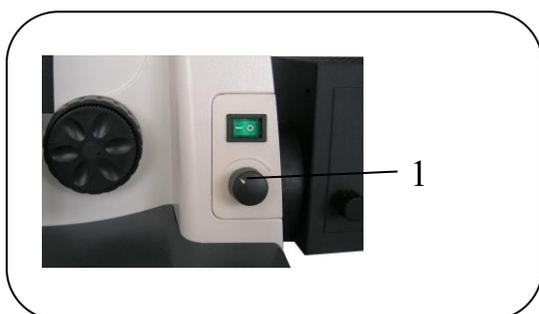
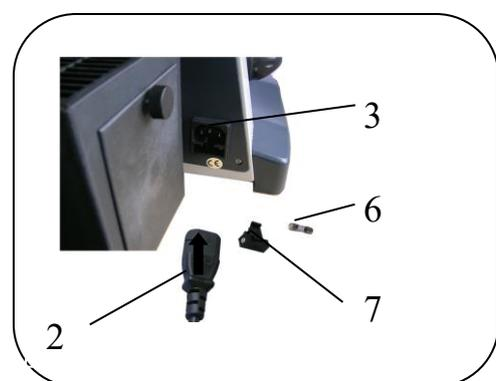
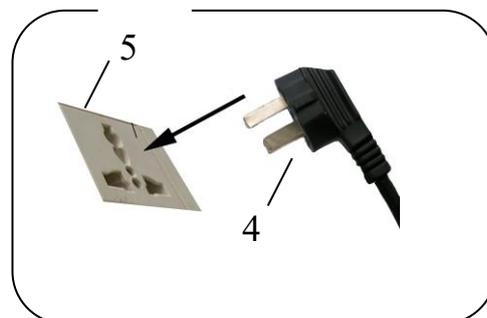

Рис. 21
Рис. 22
Рис. 23
6.16. Подключение к сети (Рис. 21. Рис. 22. Рис. 23)
- 1) Установите клавишу питания (1) в положение "O" (OFF).
- 2) Подключите силовой кабель (2) в разъем микроскопа (3), и убедитесь, что разъем плотно соединен.
- 3) Подключите другой конец силового кабеля (4) в электророзетку (5)
6.17. Замена предохранителя (рис.22)